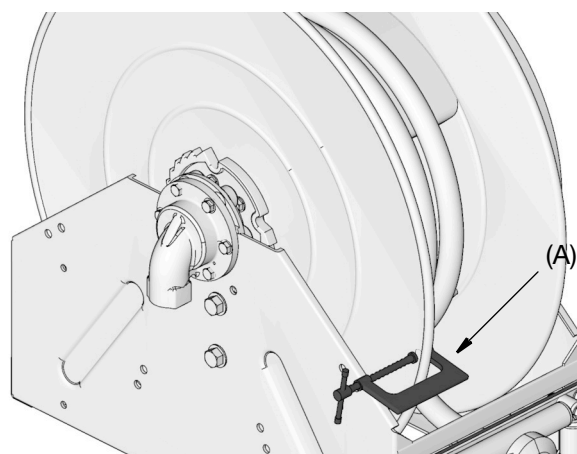

Fig. 13
3. Fissare un morsetto a C (A) al rocchetto della bobina come mostrato in Fig. 13, per evitare che la bobina si sblocchi accidentalmente e giri liberamente.
12. Fissare saldamente un morsetto a C (A) al rocchetto della bobina come mostrato in FIG. 13 per evitare che la bobina si sblocchi accidentalmente e giri liberamente.